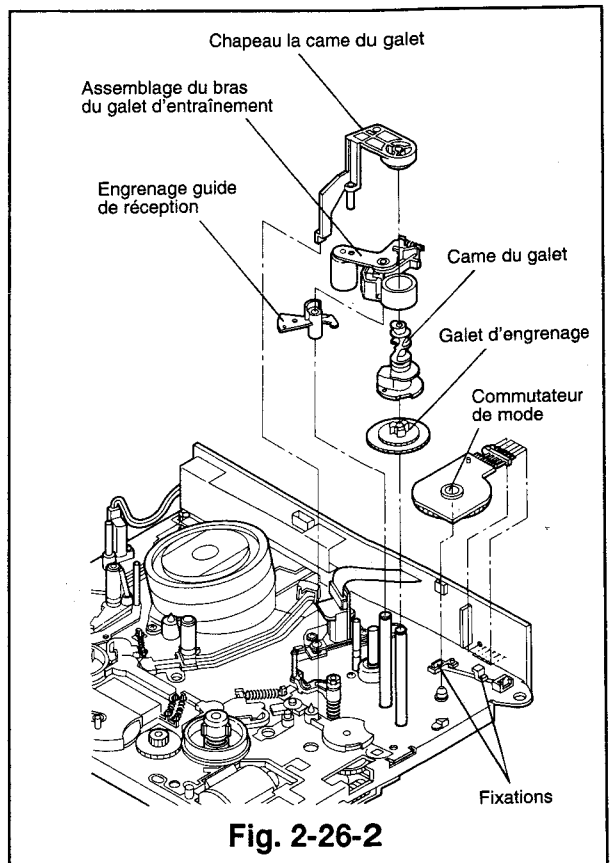

Fig. 2-26-2
- 3) Défaire les deux fixations qui maintiennent le commutateur de mode (Se référer à la Fig. 2-26-2).